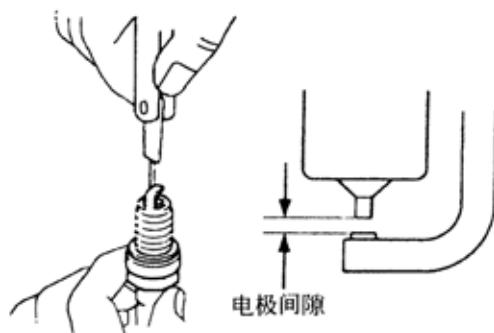

图 9-17
3) 检查火花塞电极间隙，如图9-17所示。标准火花电极间隙：1.0~1.1mm(5A-FE型发动机)，0.7~0.8(8A-FE型发动机)。